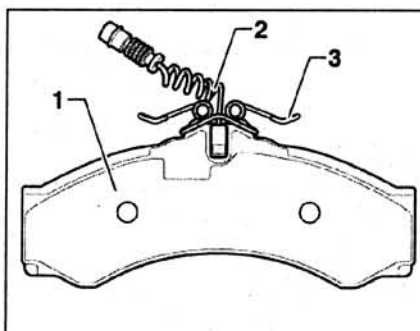

Рис. 7.21. Снимите фиксатор 3 с тормозной колодки 1 и, с помощью отвертки, осторожно извлеките индикатор износа из тормозной колодки.
5. Снимите фиксатор 3 с тормозной колодки 1 и, с помощью отвертки, осторожно извлеките индикатор износа из тормозной колодки (рис. 7.21).